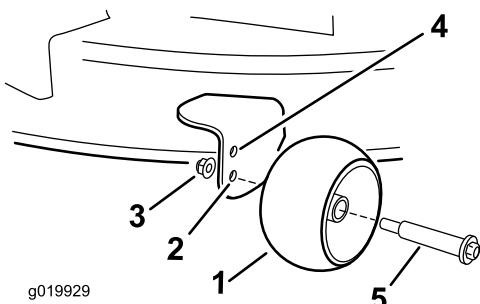

Figura 22
- Taladro inferior—utilice esta posición cuando la carcasa de corte está en la posición de altura de corte de 76 mm o más (Figura 22).